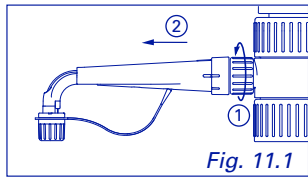

Fig. 11.1
- 1 Smontare il beccuccio erogatore (Fig. 11.1 e 12.1)
- 1 Retirar la boquilla (Fig. 11.1 y 12.1)
- 1 Retirar o bico (Fig. 11.1 e 12.1)